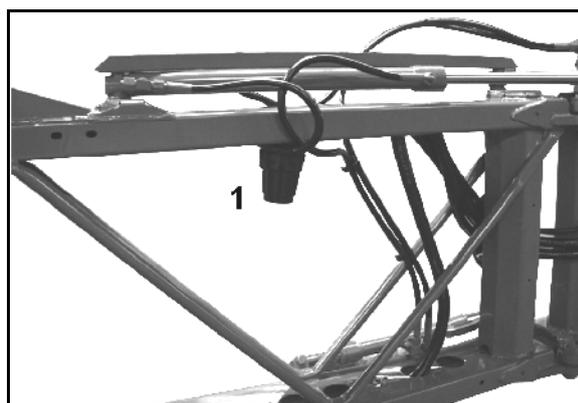

Fig. 167
- Reinigen Sie die LeitungsfILTER (Fig. 167/1) je nach Einsatzbedingungen alle 3 – 4 Monate.